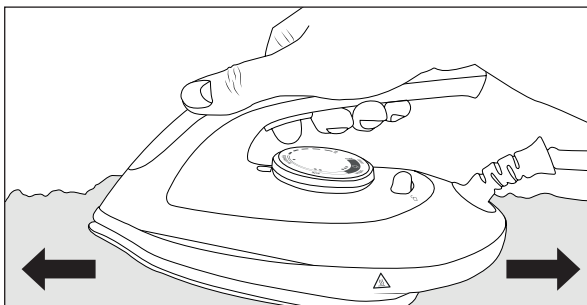

Abb. 2
- ◆ Um etwaige Rückstände von der Produktion zu entfernen, bügeln Sie einige Male über ein altes, sauberes Tuch (siehe Abb. 2).